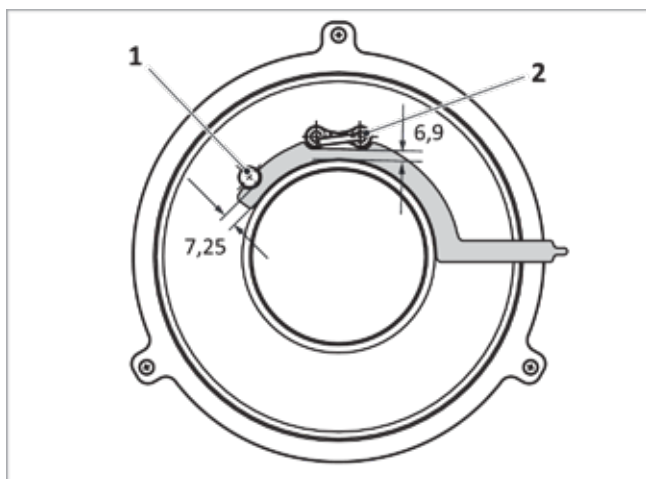

Fig. 32: Distancias entre los electrodos de ionización y de encendido y el quemador piloto
- Electrodo de ionización → fig. 32 (1): 7,25 mm
- Electrodo de encendido → fig. 32 (2): 6,9 mm